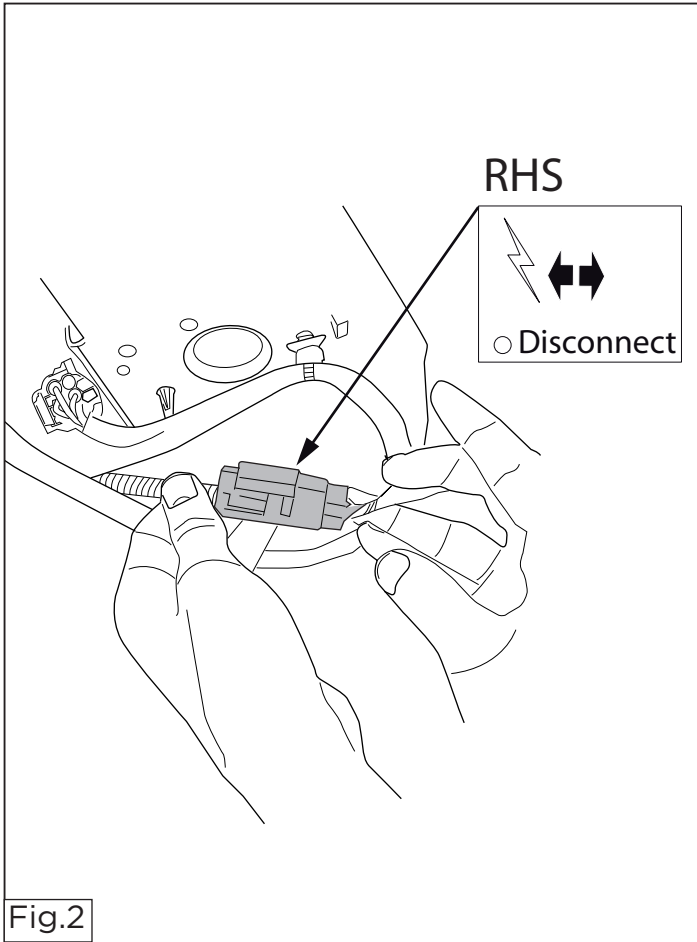

Fig.2
2. Внимание, если имеются: Демонтируйте парковочный датчик. См. рисунок 2